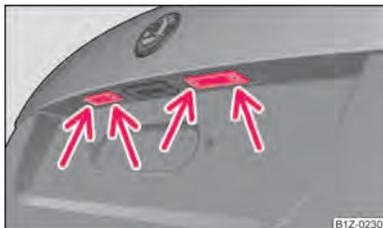

Fig. 188 Desmontar a luz da matrícula
- Abra a tampa da bagageira e desaperte o vidro das luzes ⇒ Fig. 188.